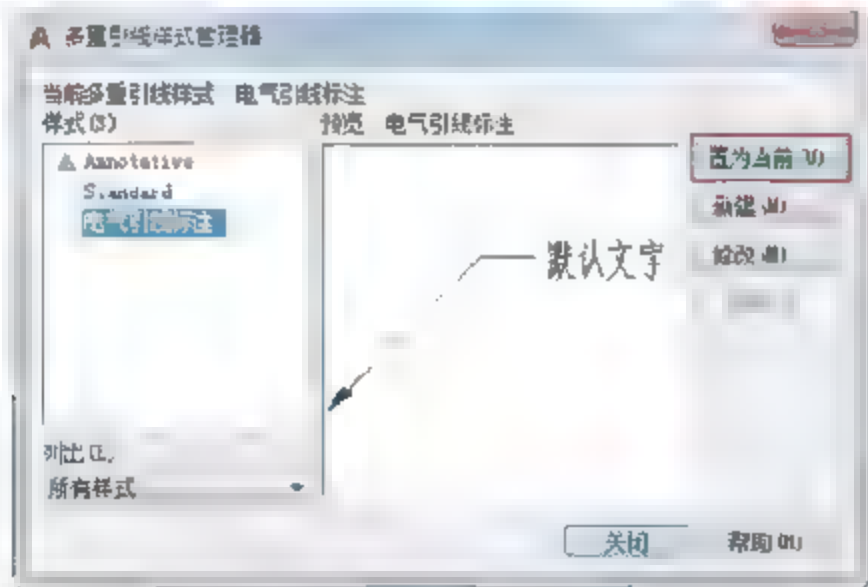

图5-91 单击按钮
- 06 单击【确定】按钮，返回到【多重引线样式管理器】对话框。选择【电气引线标注】样式，如图5-91所示，单击【置为当前】按钮。